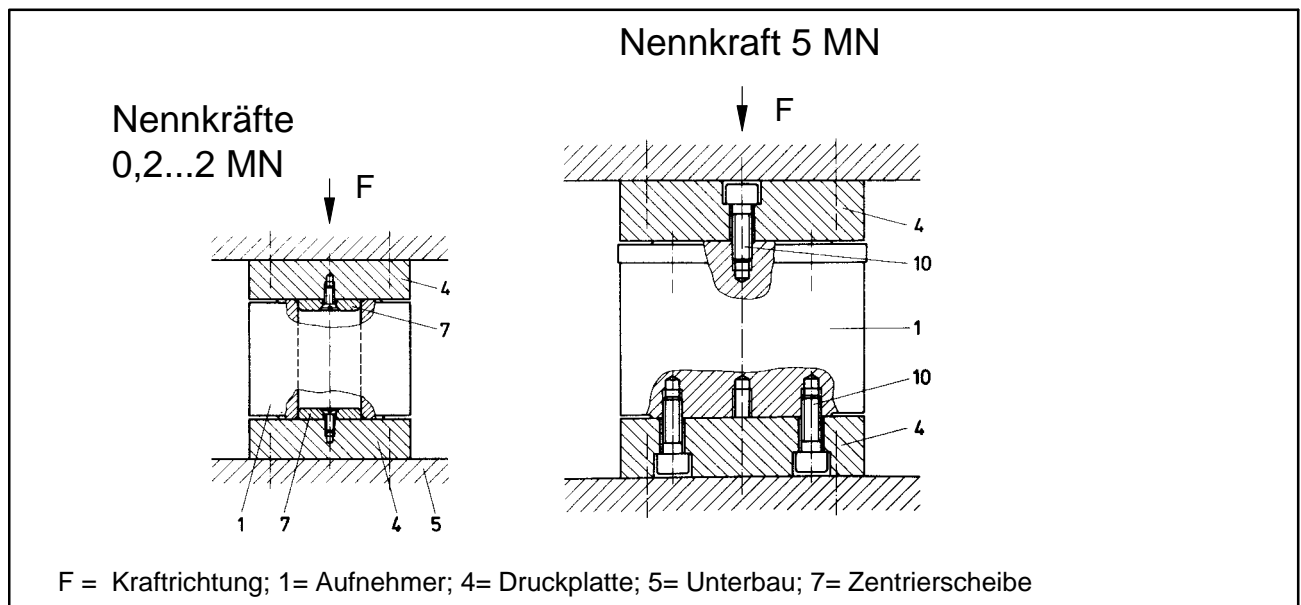
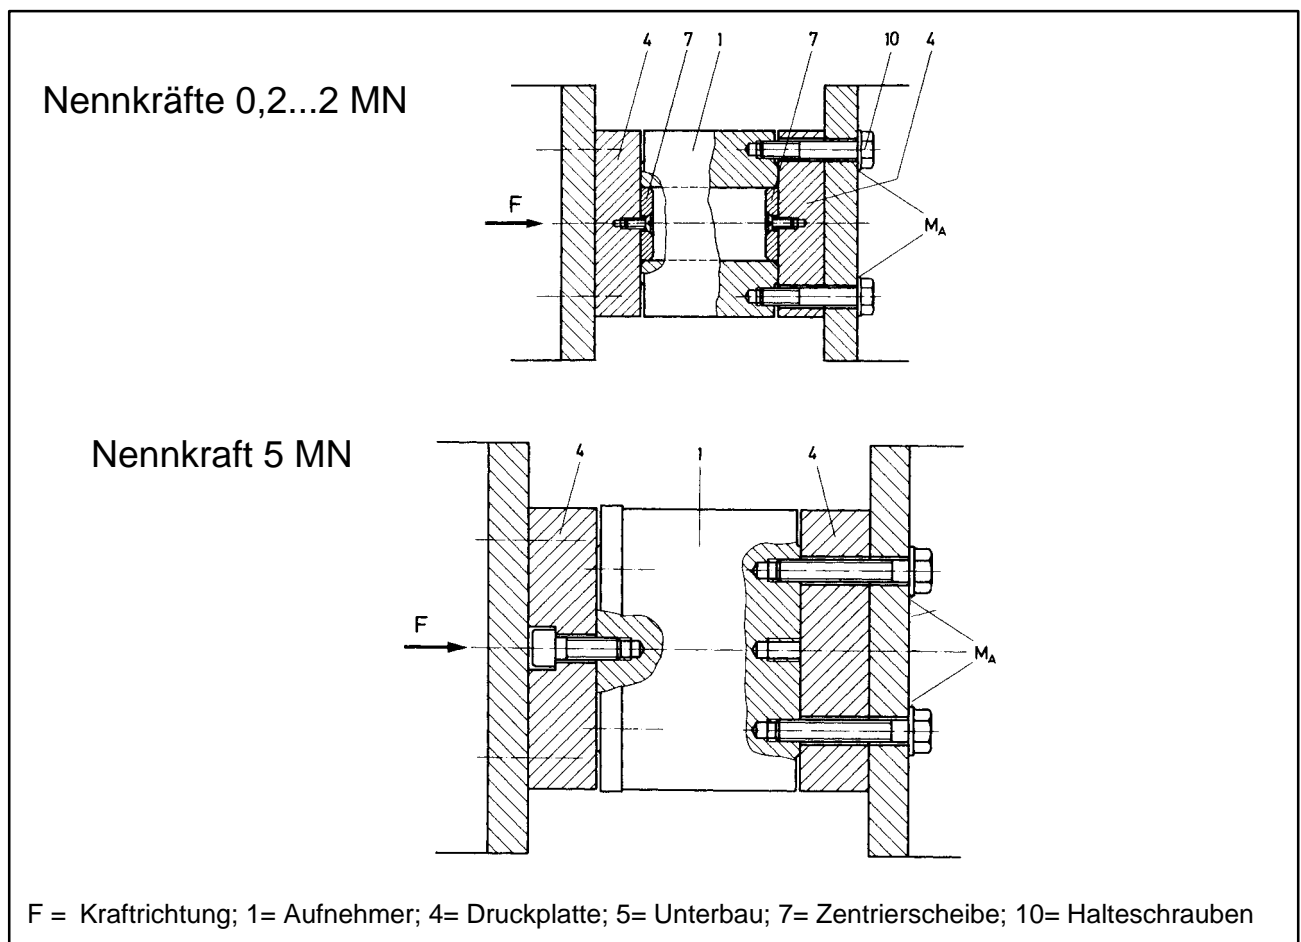
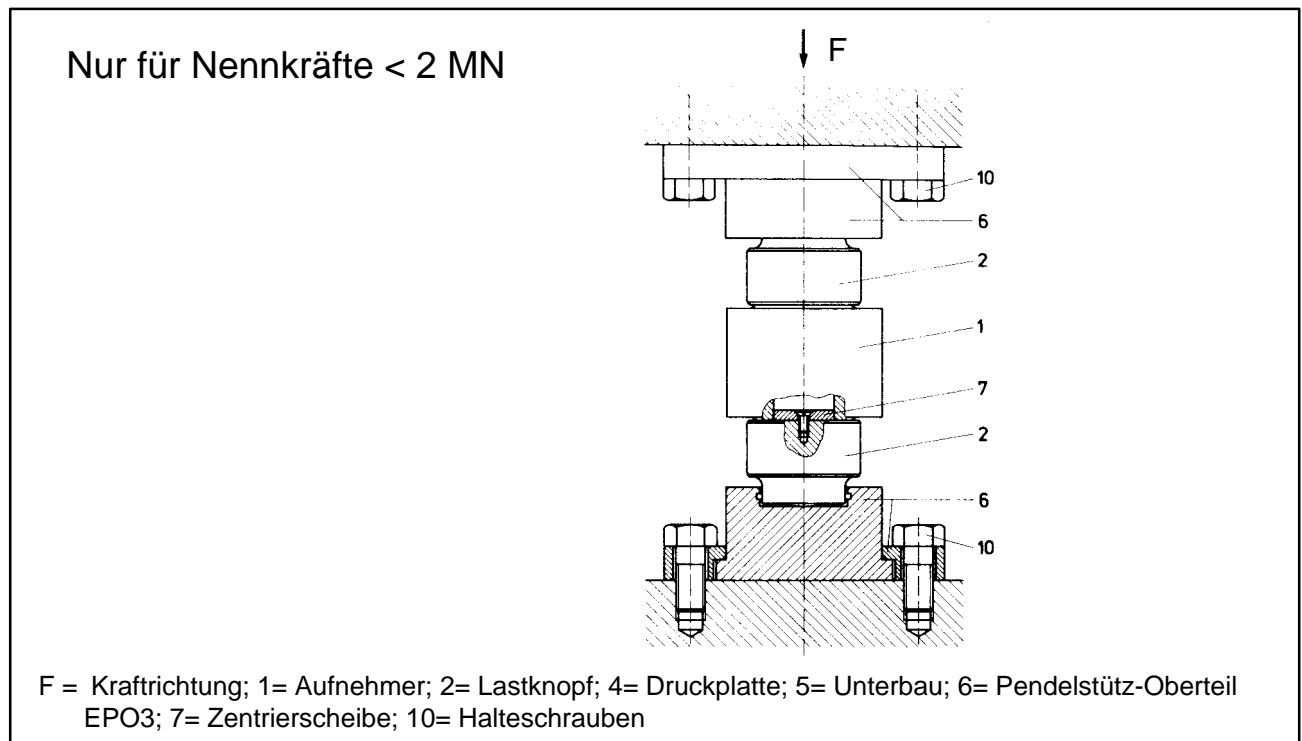

Abb. 5.8: Kraftrichtung vertikal
Abb. 5.9: Kraftrichtung horizontal
Abb. 5.11: Einbau mit Pendelstütze EPO3
Auch Wärmedehnungen der Konstruktion zwischen mehreren Auflagerpunkten mit starrem Einbau der Aufnehmer können Querbeanspruchungen verursachen. Abhilfe kann gegebenenfalls mit HBM-Einbauhilfen (Kapitel 5.3, Abb. 5.11) geschaffen werden.
Diese Einbauart (Abb. 5.8 und Abb. 5.9) ist möglich mit mittiger Krafteinleitung und wenn keine Querkräfte auftreten.
Bei der Planung des Aufbaus ist zu beachten, dass die Druckplatten(4) (siehe Abb. 5.8 bis Abb. 5.11) gehärtet ($HR_{C42...46}$) und planparallel (Ebenheit $\pm 0,02$ mm) geschliffen sind (Minstdicke siehe untenstehende Tabelle). Der Unterbau muss genügend unnachgiebig sein. Zur Zentrierung der Aufnehmer mit Nennlasten ≤ 2 MN empfiehlt es sich, Zentrierscheiben (7) zu verwenden (siehe Abb. 5.8 bis Abb. 5.11). Die genauen Maße für diese anzufertigenden Scheiben sollten denen der Zentrierscheiben der Lastköpfe (Kapitel 8.2) entsprechen. Wird der Aufnehmer mit den Halteschrauben (10) befestigt (siehe Abb. 5.8, Abb. 5.9 und Abb. 5.11) so ist darauf zu achten, dass beim Einschrauben der Halteschrauben das in der nachfolgenden Tabelle angegebene maximale Anzugsdrehmoment M_A nicht überschritten wird.
Die in Abb. 5.11 gezeigte Ausführung als Pendelstütze ermöglicht das seitliche Verschieben eines Auflagerpunktes (max. Schrägstellung der Pendelstützenachse ca. 1 bis 2°).